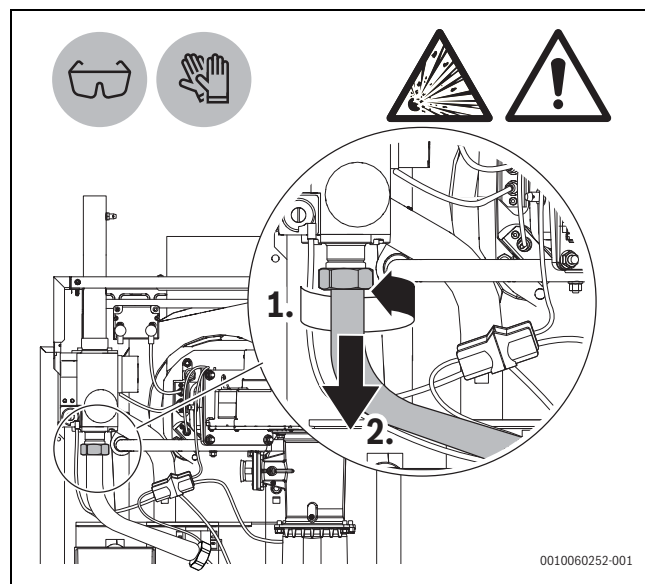

Fig. 6 Løsning af skrueforbindelserne på gasarmaturet
- ▶ Løsn skrueforbindelserne på gasarmaturet ved at dreje dem mod uret (→fig. 6, [1] og [2]).